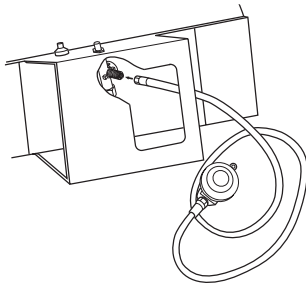

Figure 7 - Tuyau et raccord d'entrée
3. Raccordez le tuyau à l'entrée de la vanne (voir figure 7, page 6). Resserrez fermement avec une clef.